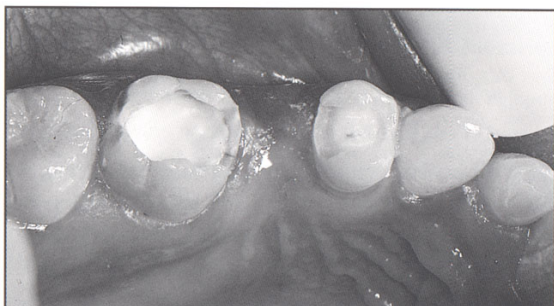

Рис. 17. Во время приема на прилегающих зубах
1. Создать канал или препаровку Класса II на прилегающих зубах. Разместить материал с защитной основой, как того требуется (рис.17).